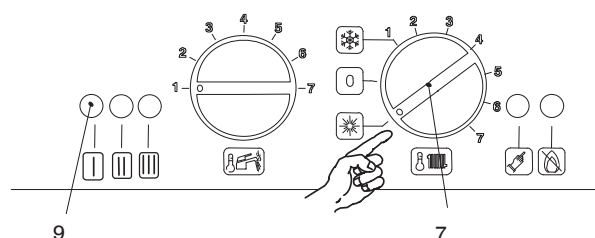

Fig. 8.5
2. Place the working selector / heating temperature adjustment knob as shown Fig. 8.5
2. Установить переключатель режима работы / рукоятку регулирования температуры отопления, как указано в Fig. 8.5